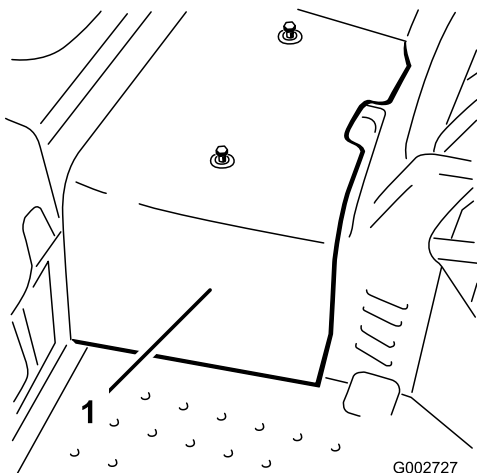

Рисунок 33
2. Ослабьте два винта крепления центрального кожуха к машине и снимите кожух (Рисунок 33).